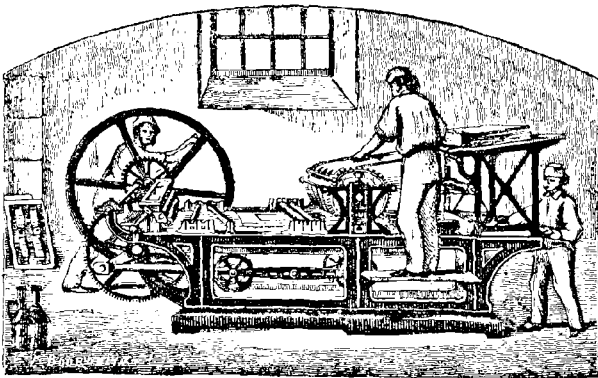

Fig. 39.
8. Les presses mécaniques sont répandues aujourd'hui partout. Elles admettent toute espèce de moteurs ; mais, en général, c'est par la vapeur qu'elles marchent dans les établissements de quelque importance. Pour donner une idée de la rapidité avec laquelle elles fonctionnent, il nous suffira de dire que la première machine de Kœnig ne tirait pas 800 feuilles à l'heure, tandis qu'il en existe actuellement qui en produisent jusqu'à 20,000, dans le même temps. Les *fig. 39* et *40* représentent deux presses de ce genre, l'une et l'autre construites par M. Marinoni, à Paris. La première donne 4,000 feuilles au moins par heure. Quant à la seconde, qui est spécialement destinée aux journaux, elle en imprime 15 à 18,000.